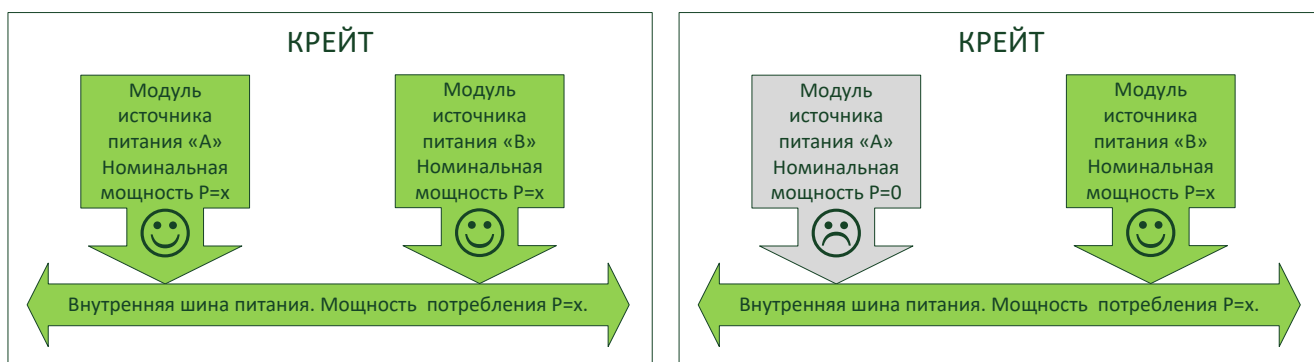

Рисунок 7 - Схема со 100% резервированием модулей источников питания
- 100% резервирование – когда в крейте присутствует два модуля ИП, каждый из которых полностью способен обеспечить электропитанием внутренних потребителей (Рисунок 7).